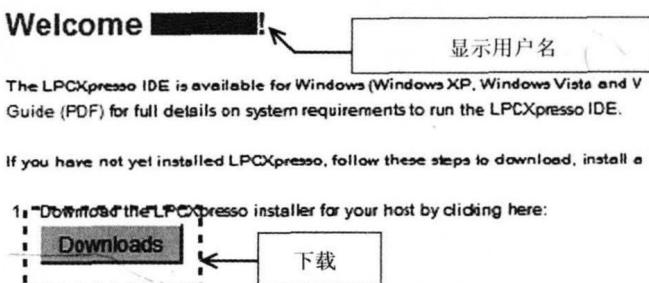

图 1.5 下载页面
(6) 登录后,点击页面中央“1. Download the LPCXpresso installer for your host by clicking here”下的“Downloads”按钮(图 1.5)。